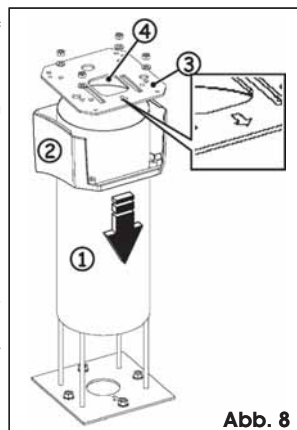

Abb. 8
1. Das Halterohr, Abb. 8 Bez. ①, auf die Gründungsplatte auflegen.
2. Die Kunststoffabdeckung, Abb. 8 Bez. ②, einfügen und auf dem Boden aufgelegt lassen.
1. Die obere Platte positionieren, Abb. 8 Bez. ③, und die Verbindungskabel durch die rechteckige Aufnahme führen, Abb. 8 Bez. ④, und mindestens 600 mm weit heraustreten lassen.